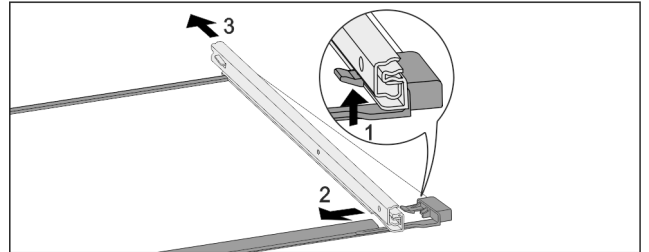

Fig. 65 Płyta szklana z szynami
- ▶ Wcisnąć przedni hak ryglujący do góry. Fig. 65 (1)
- ▶ Wysunąć prowadnicę w bok Fig. 65 (2) i do tyłu Fig. 65 (3).